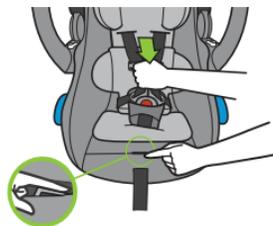

Figure 13
- Tout en appuyant sur la languette de réglage du harnais, tirez sur les sangles du harnais, tel qu'illustré dans la **Figure 13**. La languette de réglage du harnais est accessible via la fente cousue dans le tissu entre la sangle de réglage du harnais et la sangle d'entrejambe.